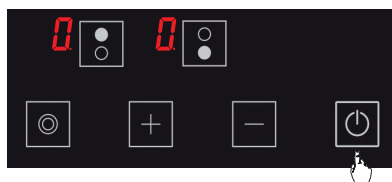

Figure 8
1. Allumez la cuisinière en appuyant sur le bouton. (Voir Fig. 8)